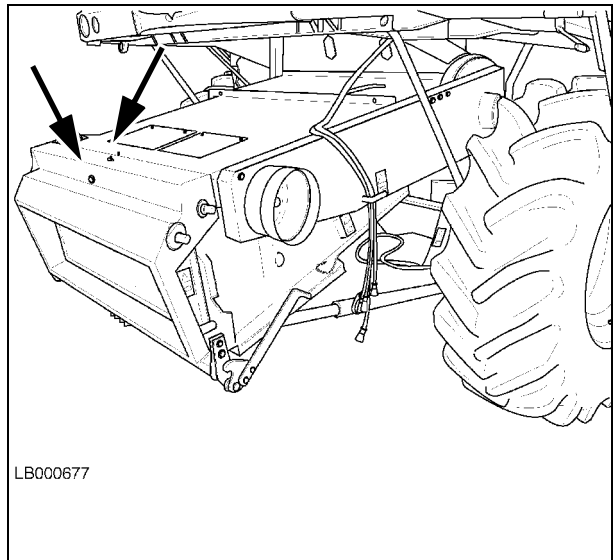

Рис. 33
25.)СОЕДИНИТЕЛЬНЫЙ ЭЛЕМЕНТ ГЛАВНОГО ПРИЕМНОГО ЭЛЕВАТОРА - Рис. 33